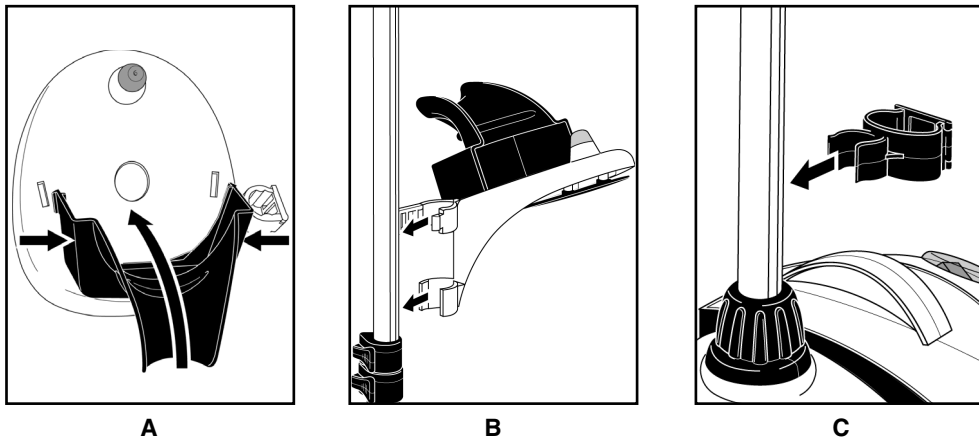

FIGURA 5
- Inserte la clavija de en medio dentro del agujero de la base, las clavijas laterales deberá presionarlas hacia adentro e insertarlas en los agujeros de la base como se muestra en la FIGURA 5-A.
2. Conecte la base ensamblándola en el tubo telescópico, usando los 2 sujetadores de la base. Abra el seguro presiónelos hacia la sección 2 del tubo (FIGURA 5-B).
1. Conecte el sujetador en la sección 4 del tubo telescópico, presionando hacia adentro del tubo (FIGURA 5-C).